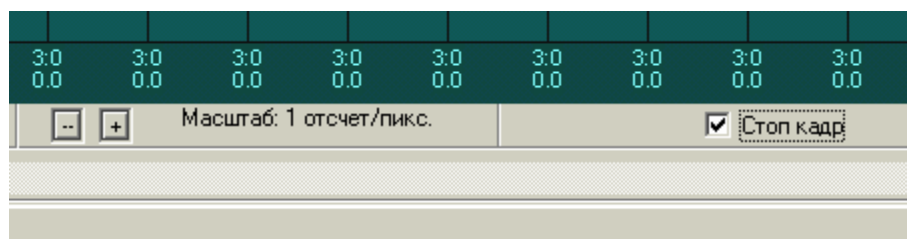

Рис. 2-р
13. Рис. 2-р – включение режима «стоп – кадр» (поставить метку - «клик» в квадрат) и, при включённом «стоп – кадре», кнопками «+» и «-» изменение масштаба вывода изображения по горизонтальной шкале (количество точек вывода на единицу масштабной сетки).